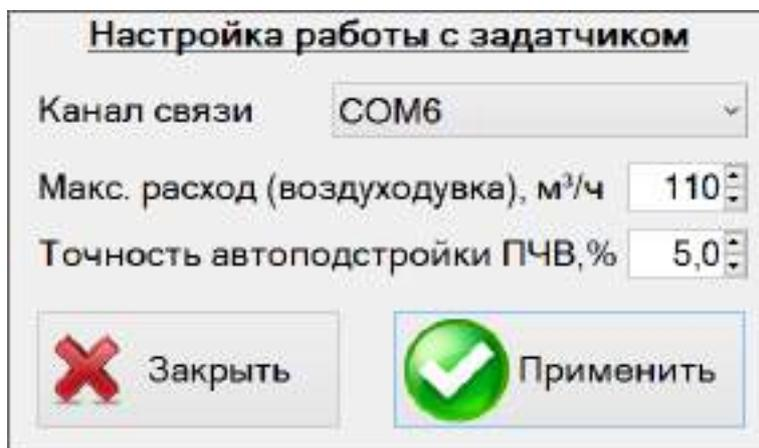

Рисунок 31
2.6.9.2 Экранная форма вызывается нажатием кнопки «Настр.», а также вызывается в случае, если настройки управления задатчиком не найдены или повреждены (рисунок 31).